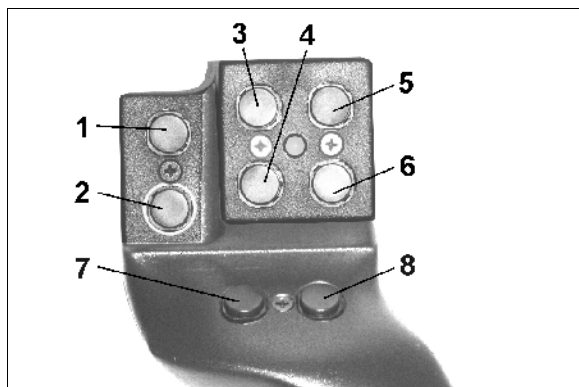
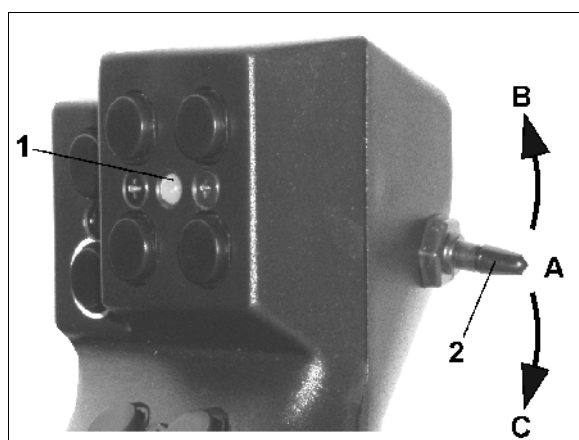

Fig. 97
Fig. 98
For at kunne betjene **AMATRON**⁺ har Joysticket (Fig. 97) 8 taster (1 - 8) til rådighed. Derudover kan tasterne aktiveres tre gange ved hjælp af kontakten (Fig. 98/2).
-  middelstilling (Fig. 98/A) og kan vippes
-  op (Fig. 98/B) eller
-  ned (Fig. 98/C).
Kontaktens stilling bliver vist med et LED-lys (Fig. 98/1).